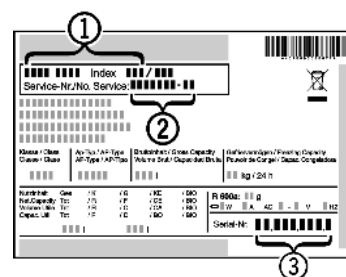

Fig. 53
- ▶ Označení přístroje *Fig. 53 (1)*, servisní číslo *Fig. 53 (2)* a sériové číslo *Fig. 53 (3)* naleznete na typovém štítku. Identifikační typový štítek je umístěn na levé vnitřní stěně přístroje.